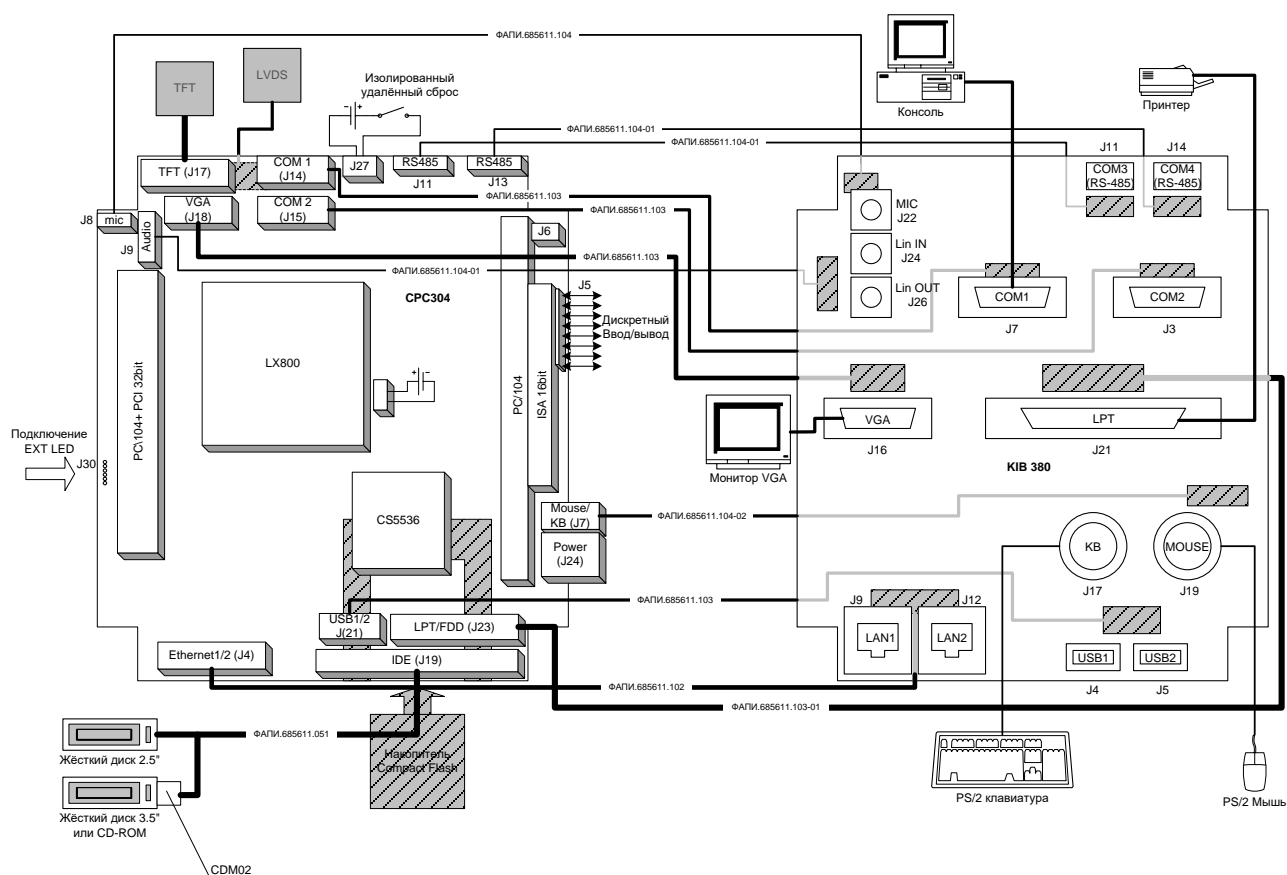

Рисунок 5.1 – Схема подключения внешних устройств к модулю
1) удалённая консоль (ПК с запущенной терминальной программой) через «нуль-модемный» кабель1) и кабель ACS00023 (ФАПИ.685611.082) из комплекта поставки модуля, например, к разъёму порта COM12) (J14) модуля или через «нуль-модемный» кабель непосредственно к стандартному разъёму порта COM1 (J7) интерфейсного модуля KIB380 (ФАПИ.469515.004) из дополнительных аксессуаров модуля (см. рисунок 5.1),
2) панель LCD (TFT/LVDS) соответственно к разъёмам портов: TFT (J17)/ LVDS (J16) или монитор RGB (VGA) непосредственно к стандартному разъёму порта VGA (J16) интерфейсного модуля KIB380 (см. рисунок 5.1);
2) PS/2 клавиатура к разъёму порта Mouse/KB (J7) модуля или непосредственно к стандартному разъёму порта KB (J17) интерфейсного модуля KIB380 (см. рисунок 5.1);